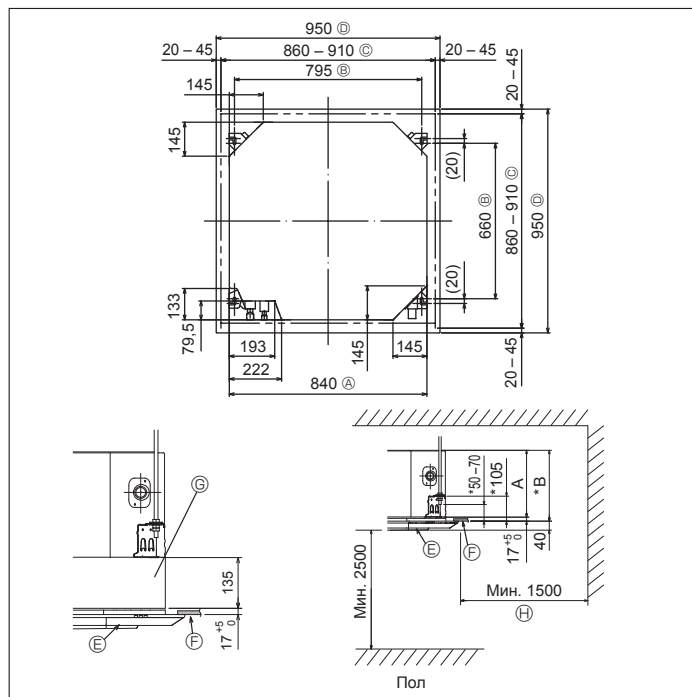

Fig. 3-2
### 3.2. Расположение отверстия в потолке и навесных болтов (Fig. 3-2)
- \* Размер потолочного отверстия можно регулировать в пределах, указанных на Fig. 3-2, таким образом, чтобы отцентровать главный прибор в потолочном отверстии, обеспечив одинаковые зазоры по всем соответствующим противоположным сторонам.